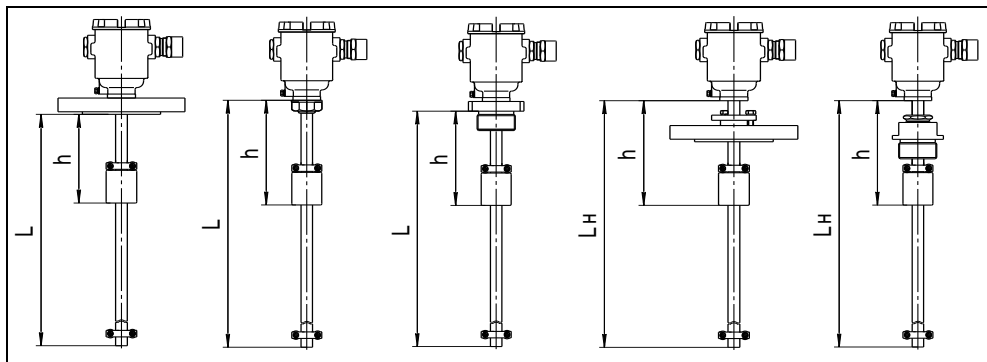

Рисунок 4
1.4.5 Преобразователи могут изготавливаться с длиной направляющей в соответствии с 1.2.2 (см. рисунок 4).
В случае, если нет необходимости измерять уровень по всей длине направляющей, то для уменьшения стоимости преобразователя целесообразно при заказе указывать в условном обозначении преобразователя скорректированное значение верхней неизмеряемой зоны h (см. рисунок 4).
Для вариантов исполнения преобразователя с регулируемым устройством крепления длина направляющей L_n и скорректированная величина верхней неизмеряемой зоны h указываются с учётом требуемого отступа устройства крепления от корпуса (см. рисунок 4).